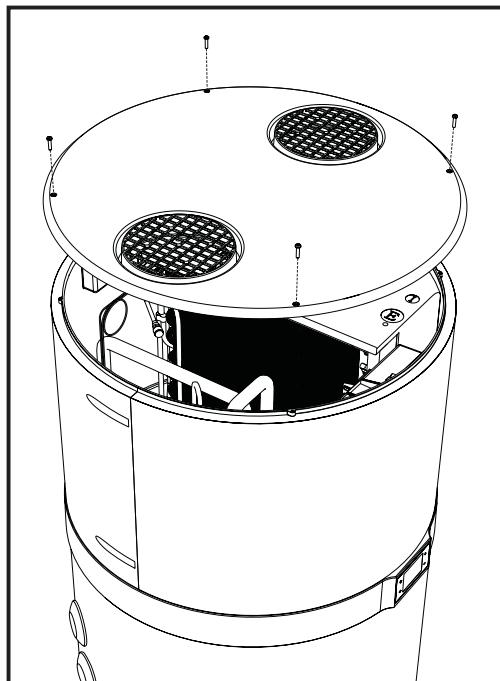

fig. 43 - Remoção da tampa superior
- Remova a tampa superior, desapertando primeiramente os parafusos de bloqueio (fig. 43).